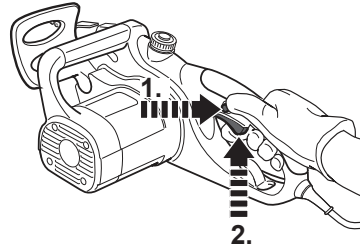

Fig. 19
- > Enfoncez le bouton marche/arrêt [15] pour activer l'appareil (Fig. 19).